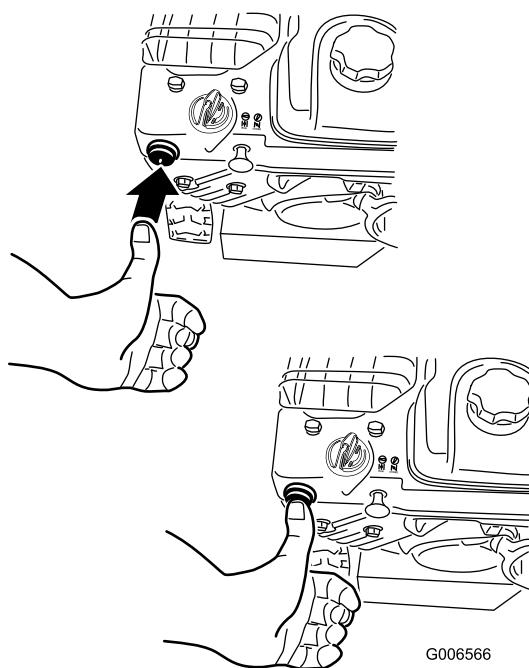

Figure 23
4. Appuyez fermement à 2 reprises sur l'amorceur avec le pouce (à partir de -9°C [15°F]) ou à 4 reprises (en dessous de -9°C [15°F]), en marquant une pause d'une seconde chaque fois (Figure 23).